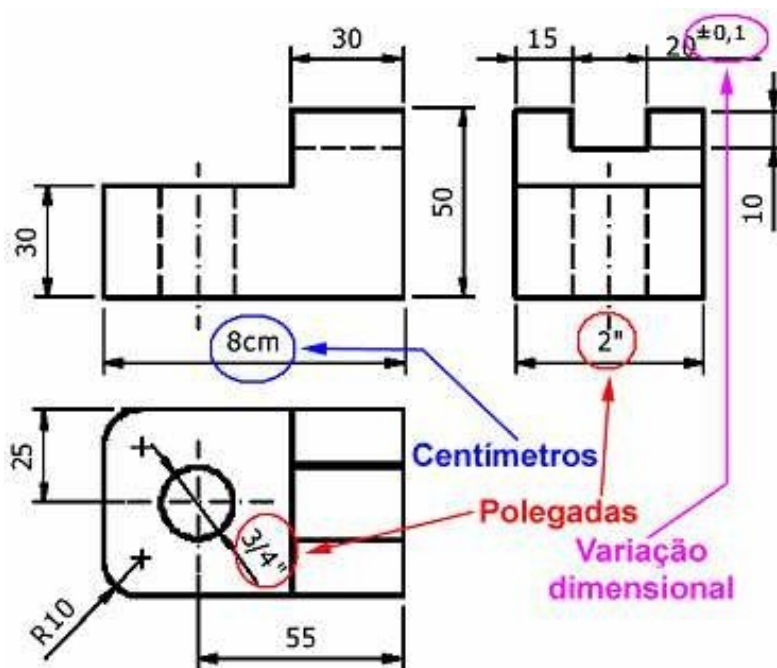

Figura 32
- ✓ A unidade padrão de medida utilizada é o milímetro, não havendo necessidade de escrever a unidade ao lado do número. No caso de ser essencial utilizar outra unidade de medida, a unidade deverá vir ao lado do número (Figura 32). Observe que podem ser utilizadas cotas com tolerância de erro admissível para uma determinada dimensão. No caso mostrado a cota de $20 \pm 0,1$ significa que, no processo de fabricação, a dimensão da peça poderá variar de 19,9 a até 20,1.